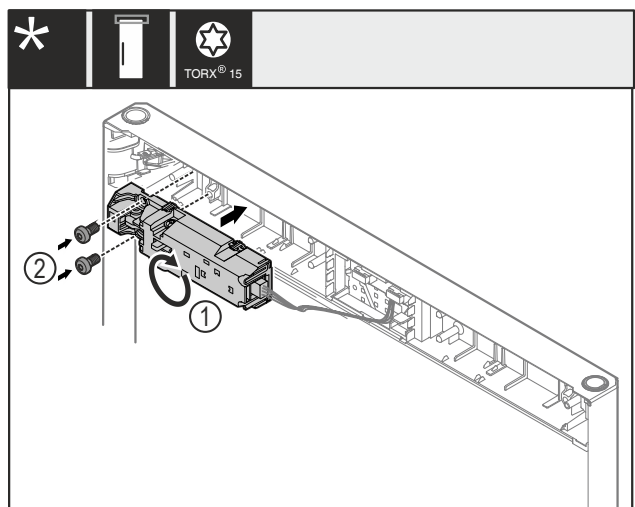

Fig. 23
- Gire el cierre a distancia Fig. 23 (1) 180° y móntelo en el lado opuesto.
- Fije el cierre a distancia Fig. 23 (1) con tornillos Fig. 23 (2).